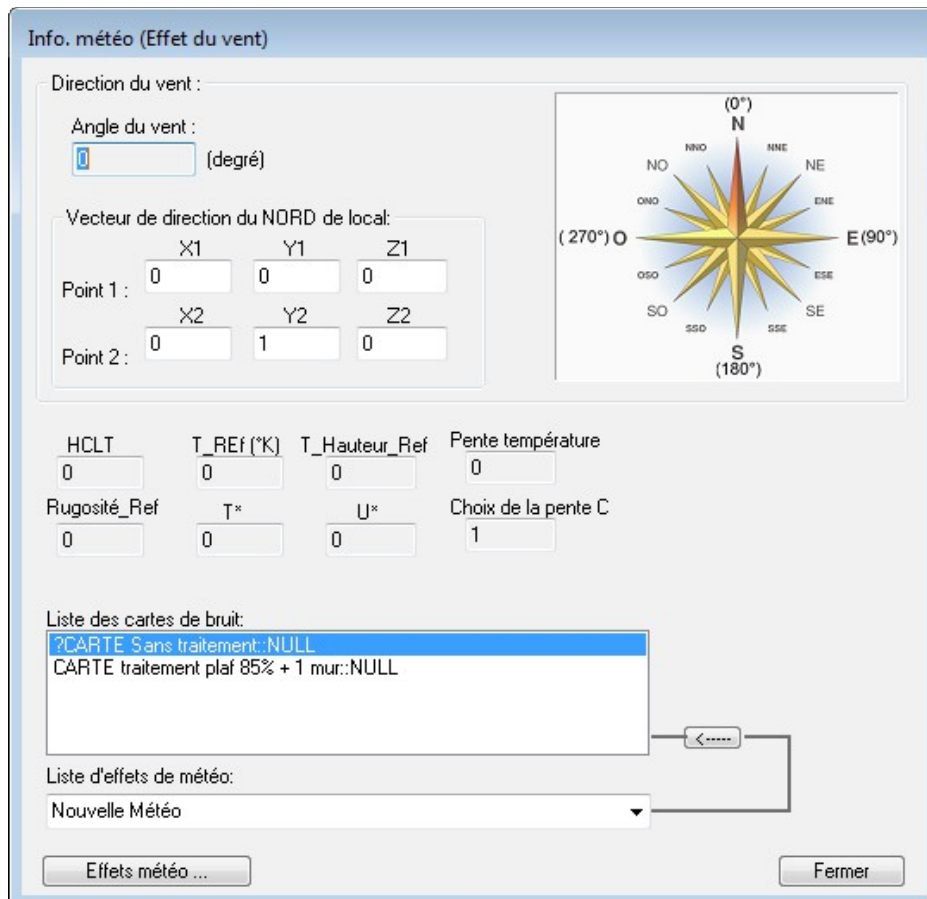

figure 40:
- « **Info météo** » ouvre la fenêtre suivante (figure 40) :